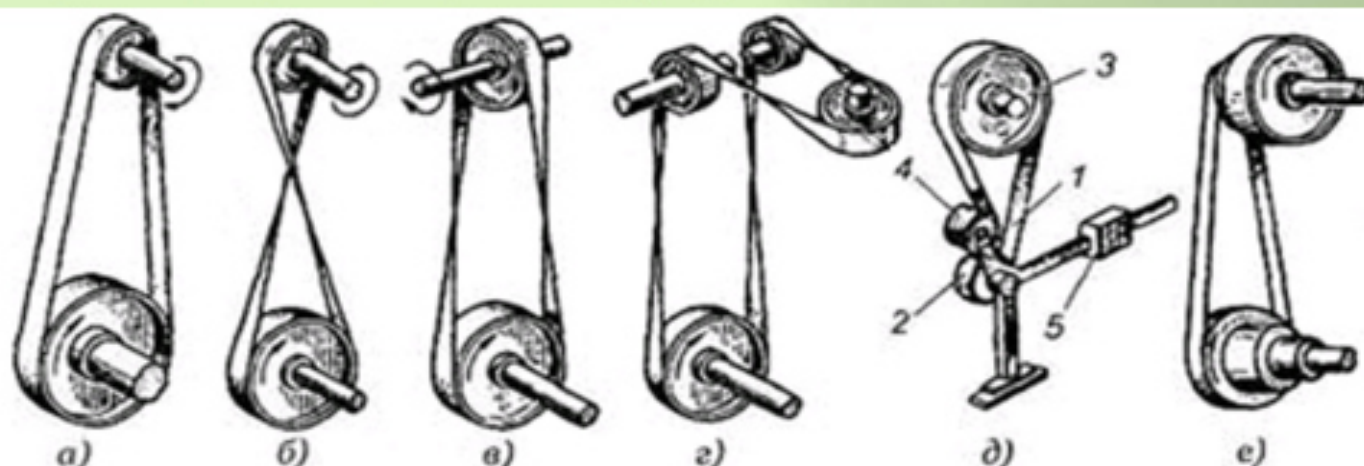

Рисунок 3 – Виды ременной передачи
2.1 *Открытая* передача – передача с параллельными геометрическими осями валов и ремнем, охватывающим шкивы в одном направлении (шкивы вращаются в одном направлении) (рисунок 3 а).
2.2 *Перекрестная* передача – передача с параллельными валами и ремнем, охватывающим шкивы в противоположных направлениях (шкивы вращаются во встречных направлениях) (рисунок 3 б).
2.3 *Полуперекрестная* передача – оси валов которой перекрещиваются под некоторым углом (чаще всего  $90^\circ$ ) (рисунок 3 в).